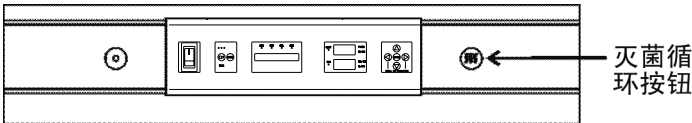

图 5-4. 灭菌按钮位置
2. 按住装置右侧的灭菌循环白色大按钮（图 5-4）约 3 秒钟，直到 LED 灯亮起。